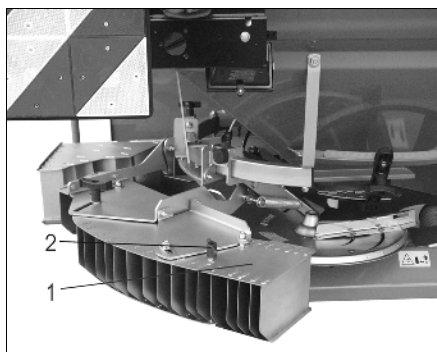
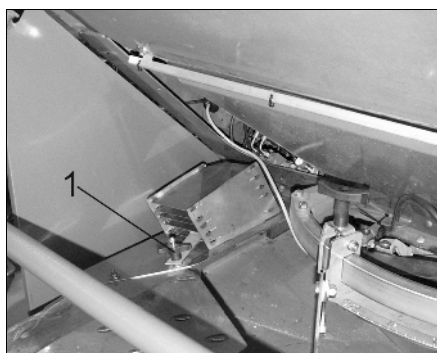

Рис. 44
Рис. 45
- Для демонтажа дополнительного щитка открутите барашковый винт (Рис. 44/2) и отцепите щиток. Снова закрутите барашковый винт и закрепите щиток для хранения в креплении.
- Дополнительный щиток (Рис. 44/1) закрепите при помощи зажима (Рис. 45/1) и заведите в положение хранения (Рис. 45).